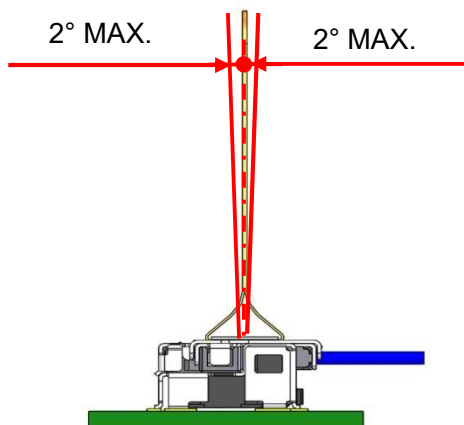

Fig.29 利用 PULL TAPE 时的允许撬动角度
- 连接器嵌合状态下的允许撬动角度（电缆拉出方向的倾斜）如图 29 所示。